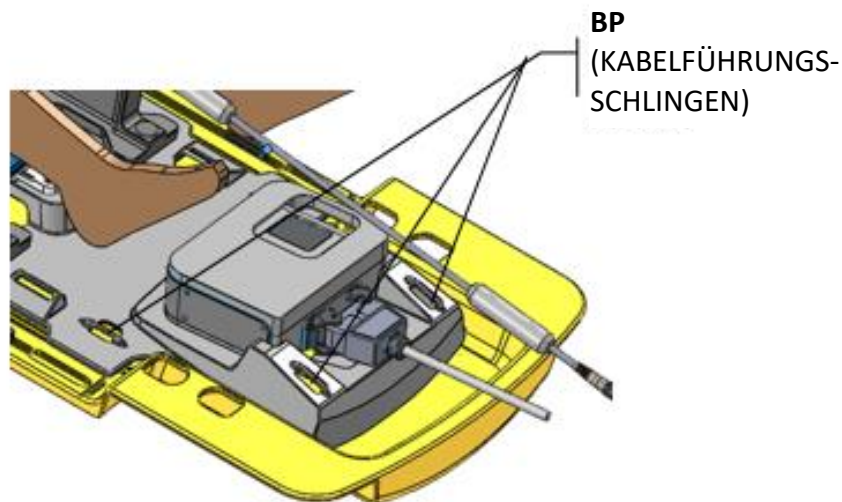

Abbildung 34: Lage der Schlauch-/Kabellaschen auf der Basisplatte
12. *Abbildung 34* Befestigen Sie zwei Schlauch-/Kabellaschen gemäß den Anweisungen in an den in *Abbildung 34* gezeigten Stellen.